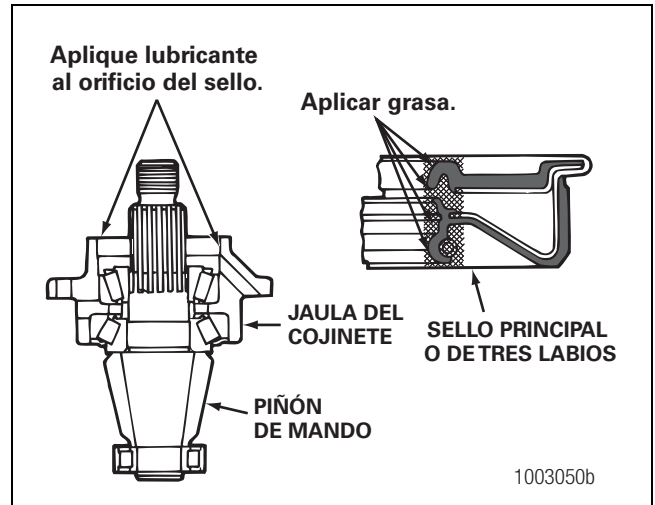

Figura 5.27
- A. Aplique el mismo lubricante que se usó en la caja del eje a la superficie exterior del sello y al orificio del sello en la jaula del cojinete. Figura 5.27.